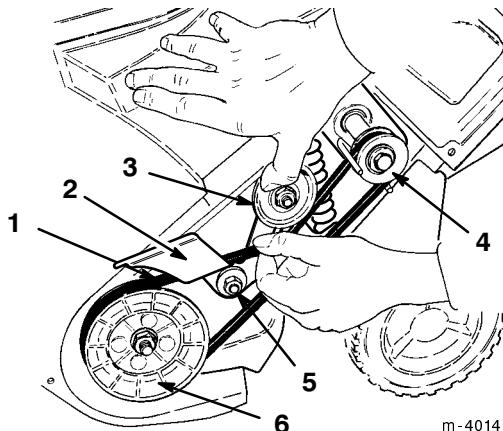

Figure 19
- Desserrez l'écrou de pivot de renvoi (Fig. 19).
- Déposez la courroie d' entraînement de la poulie de turbine (Fig. 19).
- Appuyez sur la poulie folle pour libérer le bras de frein et extraire la courroie qui se trouve derrière (Fig. 19).
- Déposez la courroie de la poulie d' entraînement (Fig. 19).
- Enroulez la courroie d' entraînement neuve autour de la poulie d' entraînement et derrière le bras de frein (Fig. 19).
- Saisissez la courroie d' entraînement, glissez-la sur la poulie de turbine et tournez la turbine de l'autre main jusqu'à ce que la courroie soit entièrement installée (Fig. 19).
- Serrez les écrous de montage du moteur et l'écrou de pivot de renvoi (Fig. 19) à 19,2-22,6 Nm.